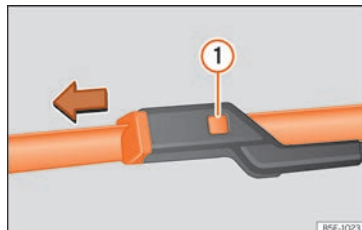

Fig. 83 Cambio de la escobilla del limpiaparabrisas.
- Oprima el botón de seguridad ① » » fig. 83.